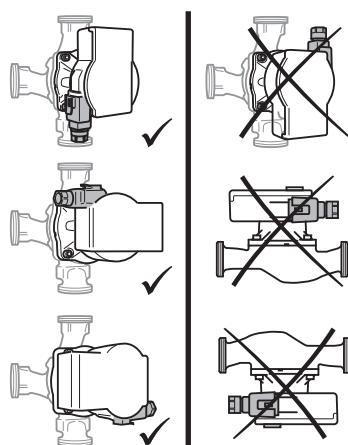

Fig. 2: Položaji ugradnje
- Mesto ugradnje izabratи u skladu sa dozvoljenim položajem ugradnje (Fig. 2).
- Uvažiti dozvoljeni ugradni položaj (Fig. 2) pumpe, po potrebi okrenuti glavu motora (2+6).
- Obratiti pažnju na dozvoljeni položaj ugradnje (Fig. 2) i strelicu za smer strujanja na kućištu pumpe (1).
- Čvrsto pritegnuti 4 zavrtnja kućišta (5).